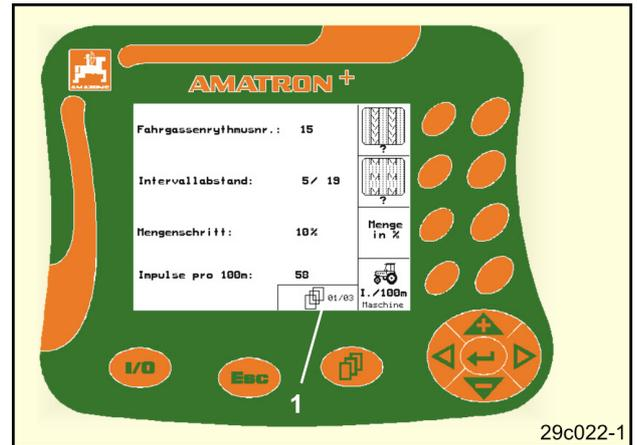

Fig. 10
-  - Blättern in weitere Menüblätter (nur möglich wenn Symbol (Fig. 10/1) im Display erscheint)